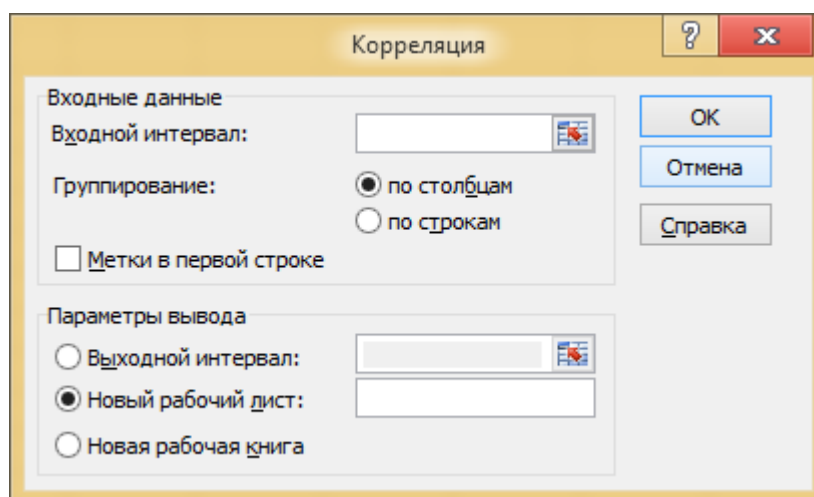

Рисунок 7.3 – Диалоговое окно «Корреляция»
12. Выбрав из меню Анализа данных команду Корреляция, получить коэффициенты корреляции выручки трех любых магазинов (попарно) за весь год (рисунок 7.3). Сделать выводы. Коэффициент корреляции используется для определения наличия взаимосвязи между двумя различными рядами данных X_i , Y_i , $i = 1..n$ и имеет вид: